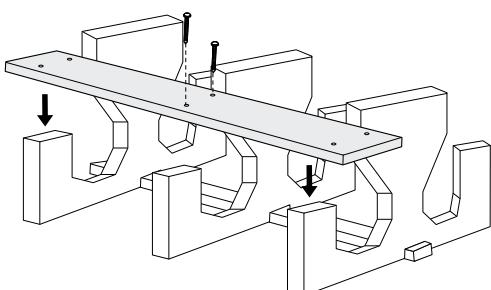

Figure 3
3. Prépercez les trous au centre des planches à l'aide de la perceuse et de la mèche de 3/8 po. Fixez sans serrer les planches aux bases en plastique à l'aide des tire-fonds de 4 po, de la perceuse et de la douille tournevis de 3/4 po (à bien visser plus tard à l'étape 7). (Voir Figure 3)